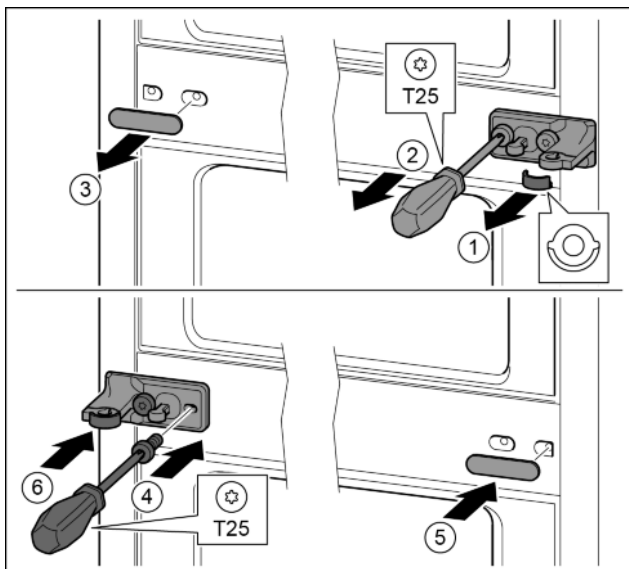

Fig. 29
- ▶ Снять шайбу. Fig. 29 (1)
- ▶ Выкрутить винты отверткой T25. Fig. 29 (2)
- ▶ Осторожно снять крышку. Fig. 29 (3)
- ▶ Плотнo прикрутить опорный кронштейн с подкладкой с поворотом на 180° с другой стороны. Fig. 29 (4)
- ▶ Установить крышку с поворотом на 180° с другой стороны. Fig. 29 (5)
- ▶ Спереди надвинуть шайбу. Fig. 29 (6)